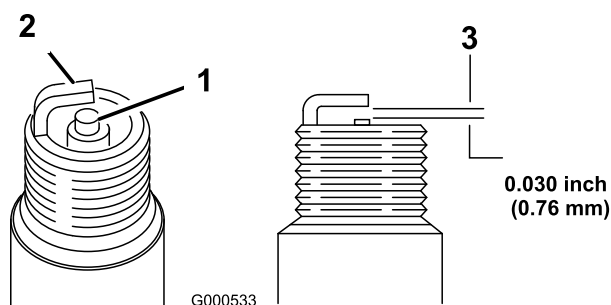

Figura 26
5. Fije el hueco entre los electrodos en 0,76 mm (Figura 26).